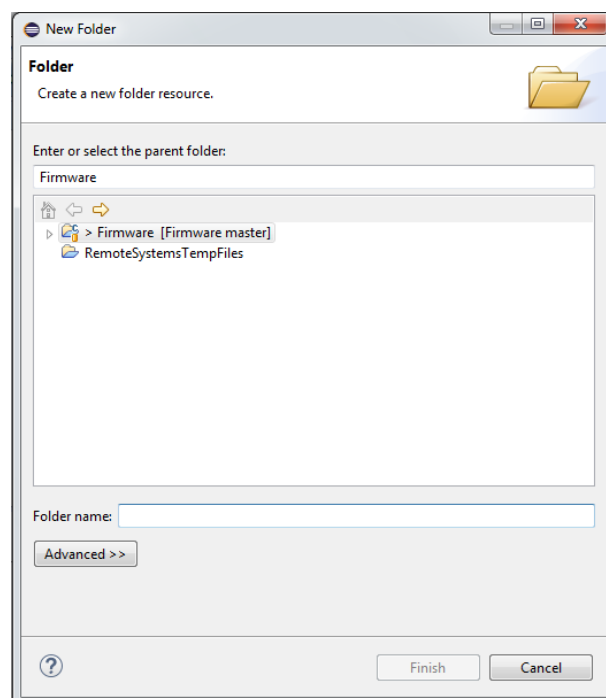

Figura 28: Creación de Nuevo Directorio.Ventana de Creación.
- **Paso 2:** A continuación se abre una ventana como la que se muestra en la Figura 28, que permite designar el nombre del directorio donde se ubica el proyecto que se quiere implementar. El usuario debe recordar que para compilar dicho proyecto debe establecer la ruta que le corresponde sobre el archivo *Makefile*. Asimismo, deben agregarse los directorios *mak*, *inc*, y *src* de la misma forma, sobre el directorio creado recientemente.